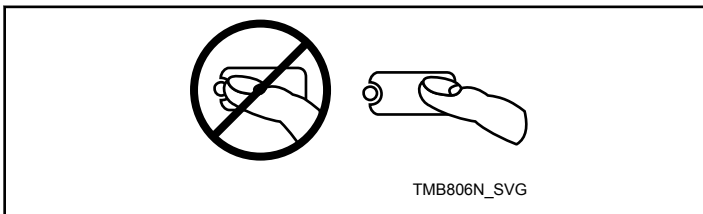

Figura 36
**NOTA:** No presione directamente sobre las luces o el centro del botón. Para efectuar una selección apropiada, presione el botón ligeramente a la derecha del centro. Consulte la *Figura 36*.